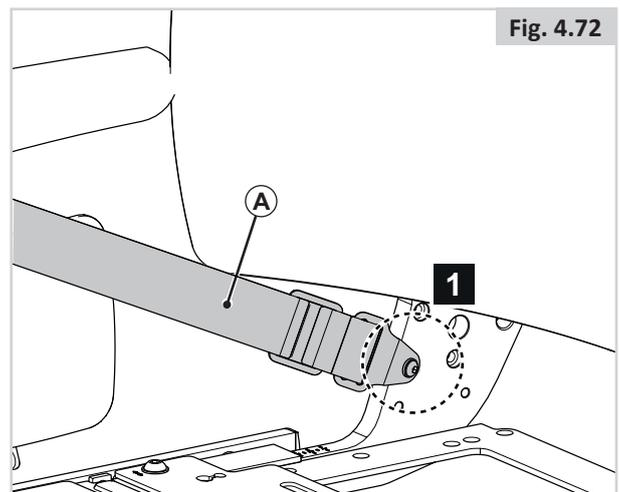

Fig. 4.72
1. Befestigen Sie (A) links und rechts mit einer Schraube am Sitzrahmen. (Fig. 4.72)